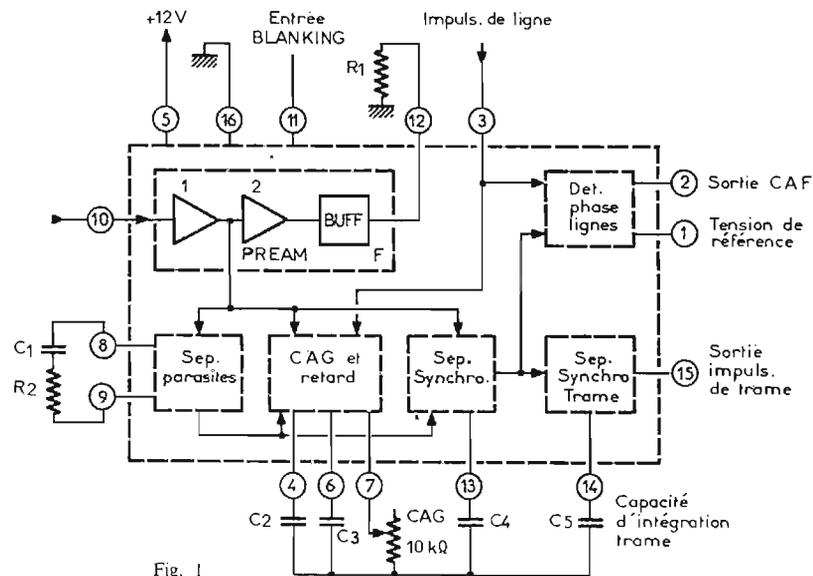
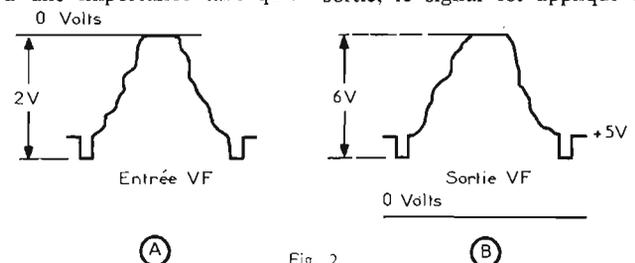
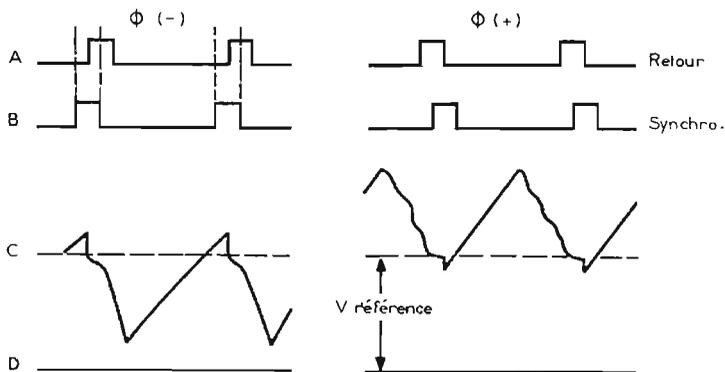

Fig. 1
Fig. 2
Fig. 4
La figure 1 donne le schéma fonctionnel du CI. Les parties composantes énumérées plus haut sont représentées sur ce schéma. On remarquera que le détecteur MF vision doit fournir des signaux comme ceux de la figure 2, c'est-à-dire avec la modulation de lumière vers les tensions croissantes et les signaux synchro lignes vers les tensions décroissantes. La tension de sortie du détecteur doit être de 2 V crête à crête, au-dessous du niveau zéro volt.
En (A) de la figure 2 on a représenté cette tension d'entrée. Elle est appliquée au point 10 du CI
Dans cette section il y a deux détecteurs, l'un dont l'action dépend de la fréquence du signal et l'autre de l'amplitude. Les sorties de ces deux détecteurs sont connectées à une porte OU qui est utilisée pour mettre hors d'action le circuit de CAG et celui de synchronisation lorsqu'il y a un parasite. Sur la figure 1 on peut voir, en effet que le circuit « SEP PARASITES » reçoit un signal VF complet du préamplificateur et transmet, à son tour, des signaux aux circuits de CAG et de séparation synchro, selon des trajets dont le sens de circulation des signaux est indiqué par des flèches.
au transistor Clamp par le point 2 du CI ce qui permet le « Clamping » (alignement) sur la tension de référence appliquée au point 1 du CI (voir aussi la Fig. 1). L'impulsion amplifiée obtenue à la sortie de la porte ET a pour effet de rendre conducteur ce transistor Clamp pendant la coïncidence entre l'impulsion synchro et celle de retour. Une tension continue moyenne prend naissance et son niveau dépend des positions dans le temps des signaux compacts, comme on le voit sur la figure 4.
Comme le montre la figure 1, le séparateur trame reçoit le signal
Sur le schéma fonctionnel de la figure 1 on voit que le séparateur synchro reçoit des signaux du séparateur de parasites et fournit des signaux de synchronisation au détecteur de phase et au circuit SEP. SYNCHRO. TRAME. Les signaux fournis à ces circuits contiennent ceux de synchronisation de lignes et ceux de synchronisation de trame.
Indiquons aussi que ce CI peut être alimenté sous 12 V, la consommation est alors de 19 à 25 mA avec la résistance R_1 (Fig. 1 point 13) court-circuitée.